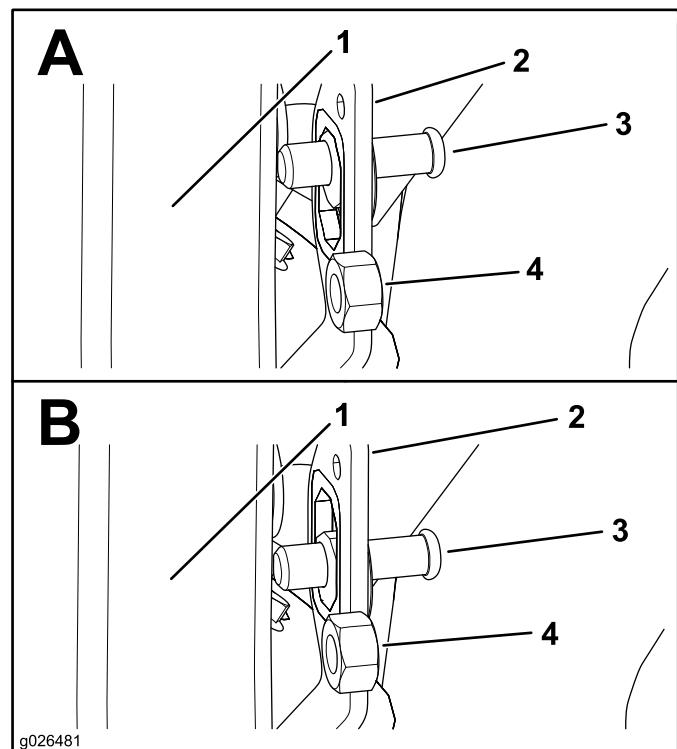

図 8
1. ラッチピンを、レールのラッチピン取り付けブラケットの中央に位置させる 図 8。
4. ラッチピンが 192.2mm の範囲に来たら、図 8に示すように六角ナット 7/16 インチを締め付ける。